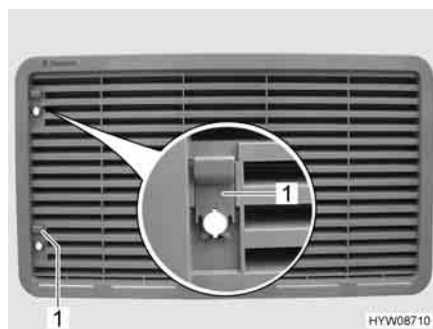

Fig. 105 Griglia di aerazione del frigorifero
- Spingere il cursore (Fig. 105,1) verso l'alto.